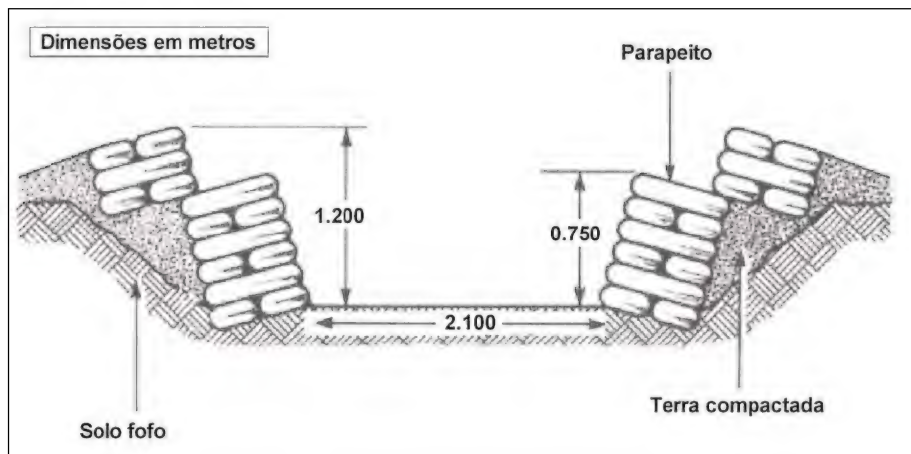

Fig 4-15. Espaldão de Morteiro em Solo Fofo
(4) as tampas das caixas de munição, que são à prova d'água, devem ser mantidas fechadas sempre que possível;
(5) a ventilação das trincheiras e do espaldão em condições de umidade pode ser improvisada usando-se tubos de bambu.
**b. Solo fofo** (Fig 4-15)